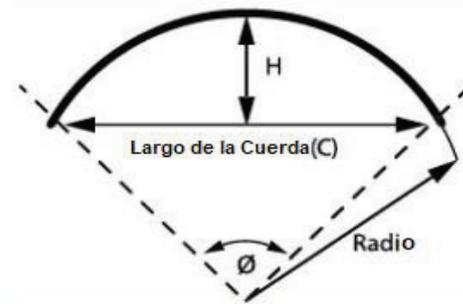

Imagen 11: Medidas de Curvatura
2. Medir el largo de la cuerda (C) – ve Imagen 11.
3. Medir compensación de centro (H) correspondiente - ver Imagen 11.